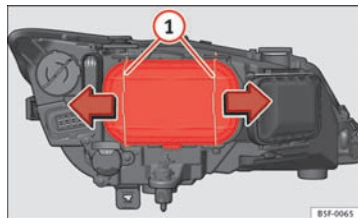

Fig. 133 Nærlys
- Forskyd støtterne ⇒ Fig. 133 ① i pilens retning, og tag dækslet af.